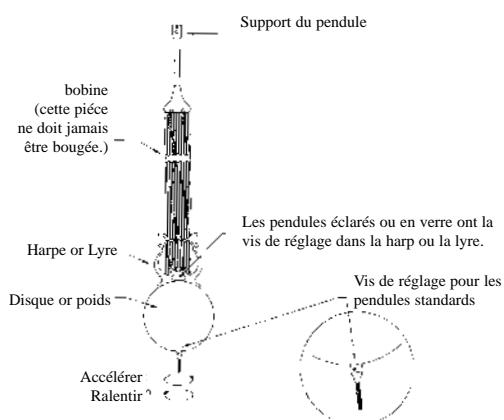

Figure 19A
Sur certains modèles, tels que ceux avec un pendule éclairé ou un pendule en verre, l'écrou de réglage se trouvera au-dessus du disque et passe dans un trou dans la harpe (lyre) (illustré dans la figure 19A). L'ajustement est le même sur les deux types de pendules.
2. Tenez le pendule en place en plaçant une main sur le disque du pendule tel qu'illustré dans la figure 19A.